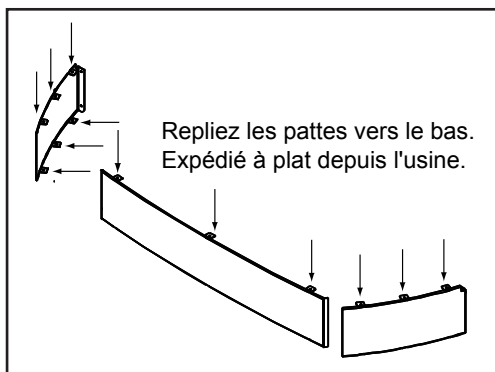

Figure 20.1
**Éléments inclus dans le kit :** (1) fond, (1) bandeau de finition, (2) bordures de finition, (2) prolongements de finition
2. Posez la pièce frontale et les côtés face vers le bas. Repliez les pattes vers le bas et vers l'intérieur. **Figure 20.1.**